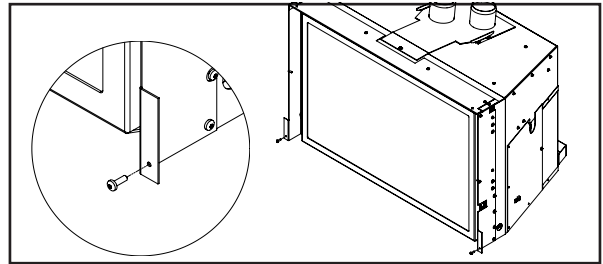

Figure 31: installation de vis à panneau réglable
INSTALLATION: À l'aide d'un tournevis T20, vissez une (1) vis n° 8-32 x 0,5 po d'environ 1/4 po au bas de chaque rallonge latérale (voir la figure 31).